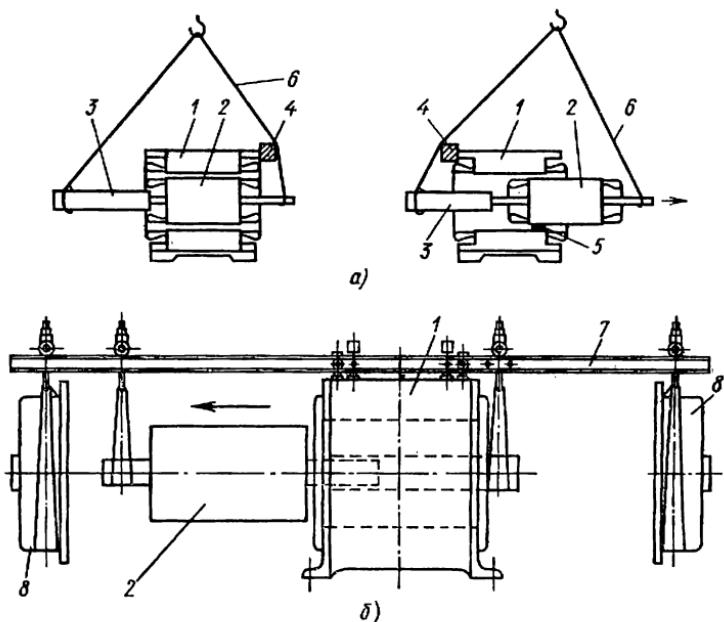

Рис. 42. Выемки ротора из статора:
**Выемка ротора из корпуса.** В небольших машинах ротор вынимают вручную, в крупных — несложными подъемными приспособлениями. При выемке ротора следят за тем, чтобы он двигался строго по оси машины (рис. 42, а, б), а лобовые части были защищены от касания строп.